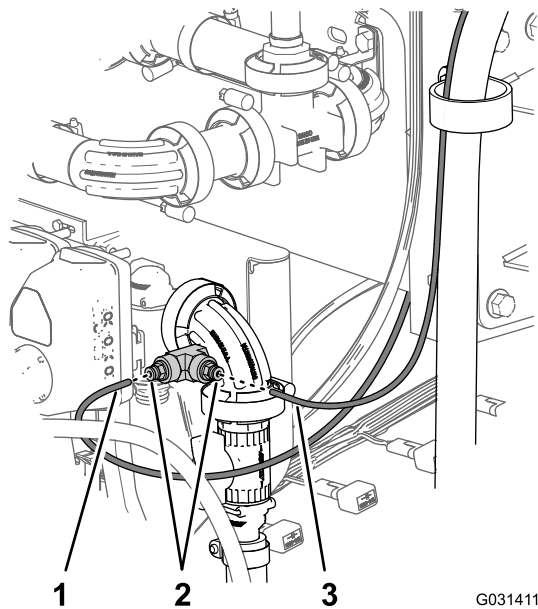

Figura 186
4. Insira a extremidade do tubo sensor de pressão para o indicador de pressão no painel no acoplador do tubo até o tubo ficar devidamente colocado no acoplador (Figura 186).
5. Insira a extremidade do tubo sensor de pressão para o indicador de pressão do cilindro de tubagem no acoplador do tubo até o tubo ficar devidamente colocado no acoplador (Figura 186).